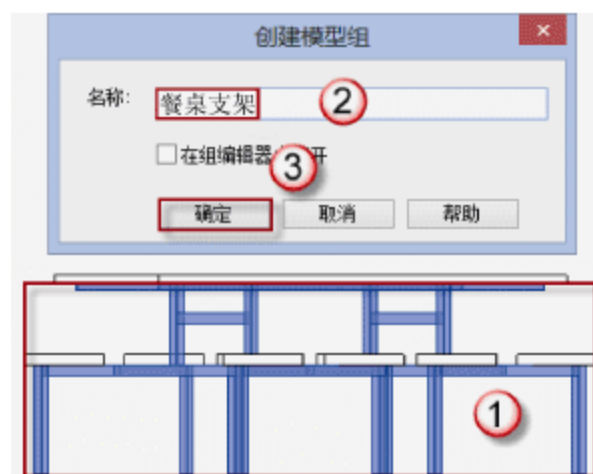

图 8.3.36 创建组
(18) 选中支架图元,在上下文关联选项卡中选择“创建组”命令,在弹出的对话框中命名为“餐桌支架”的组,并单击“确定”按钮,如图 8.3.36 所示。